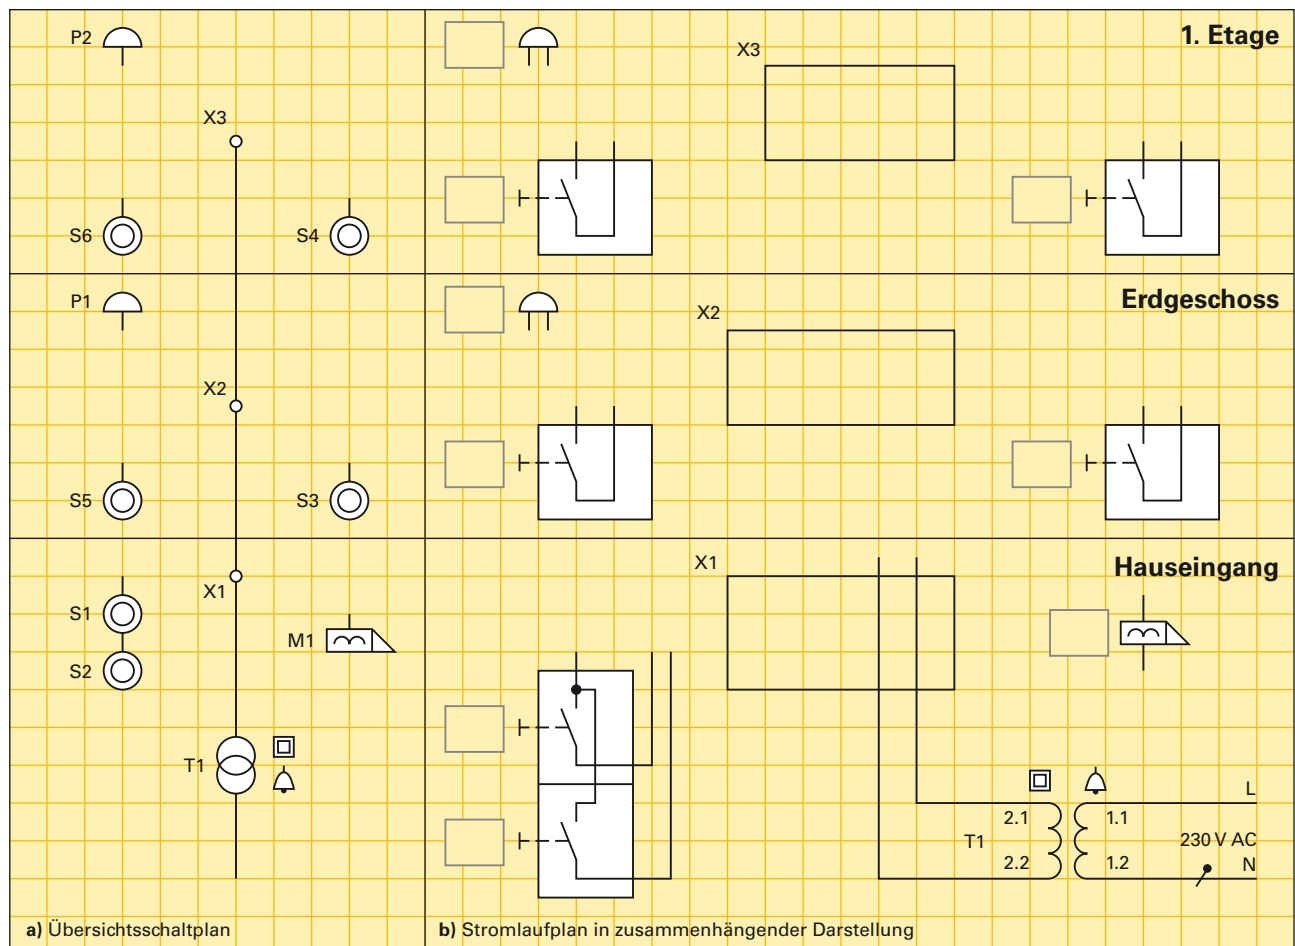

Bild 2: Klingel- und Türöffneranlage für zwei Wohnungen
- den Stromlaufplan in zusammenhängender Darstellung (**Bild 2**).